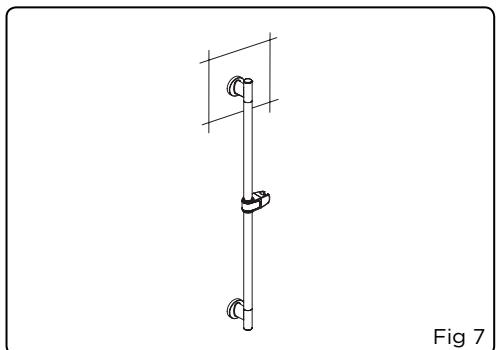

Fig 7
7. Repeat step 5-6 for bottom of slide bar (Fig 7).
7. Répéter les étapes 5 et 6 pour la partie inférieure de la barre (fig. 7).
- Repita las etapas 5 y 6 para la parte inferior de la barra (fig. 7).